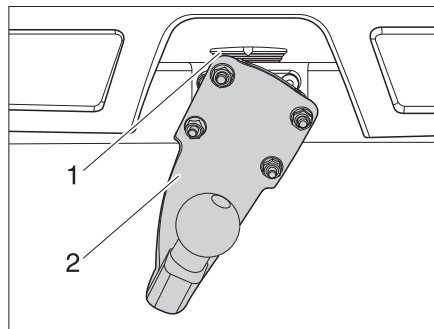

Fig. 4 Gancio di traino
- Applicare il gancio di traino (Fig. 4,2) nell'arresto (Fig. 4,1) ad un angolo di 90°.
- Abbassare il gancio di traino (Fig. 4,2) fino all'innesto dell'arresto (Fig. 4,1).
- Spingere l'arresto (Fig. 4,1) verso l'alto.
- Ruotare il gancio di traino (Fig. 4,2) di 90° in senso antiorario.
- Rilasciare l'arresto (Fig. 4,1).
- Togliere il gancio di traino (Fig. 4,2).